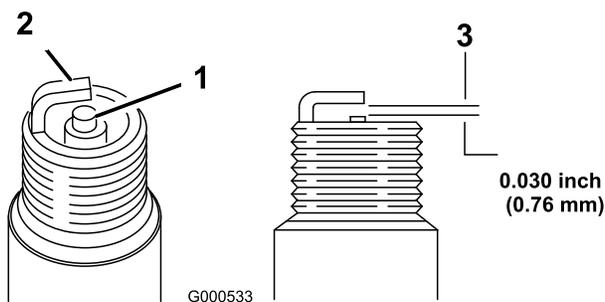

Figura 26
- Fije el hueco entre los electrodos en 0.76 mm (0.030 pulgada); consulte Figura 26.